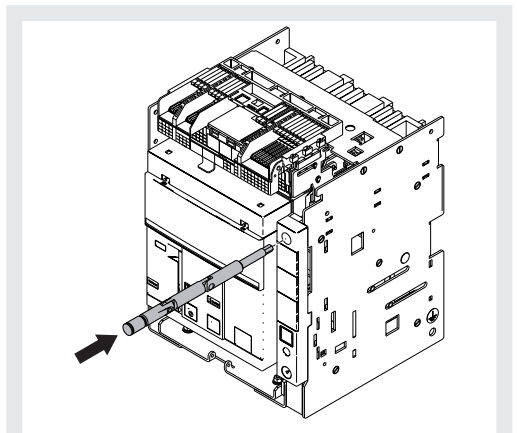

Figura 38
9. Riporre la manovella nella propria sede. Vedi Figura 38.